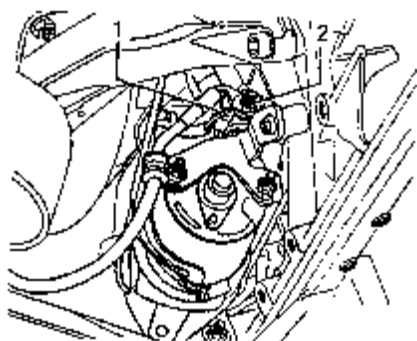

图 11-9 断开起动连接端子
(1) 起动机的拆卸和安装
①首先断开蓄电池的接地线。
②断开并拔出端子 50，如图 11-9 所示。